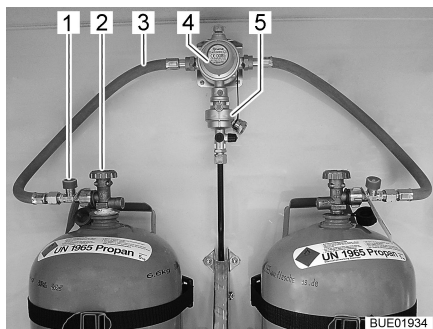
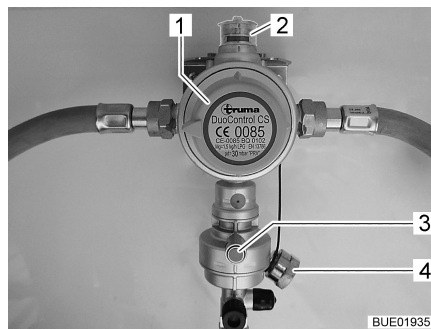
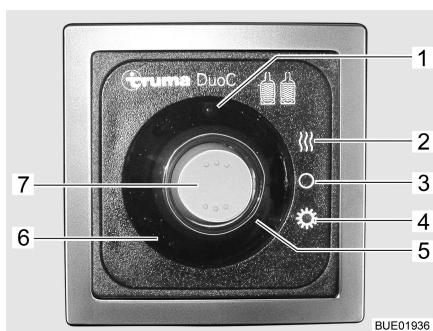

Bild 39 Gasflaskor med DuoControl
Bild 40 DuoControl-styrssystem
Bild 41 Kontrollenhet DuoControl
DuoControl-styrssystemet består av en omkopplingsventil (Bild 39,4) och en chrsashsensor (Bild 39,5). DuoControl-styrssystemet är monterat mellan gas-slangarna (Bild 39,3) med slangbrottssäkring (Bild 39,1). Med vredet (Bild 40,1) på omkopplingsventilen ställer du in vilken gasflaska som ska användas som driftflaska och vilken som ska användas som reservflaska.
I fönstret (Bild 40,2) visas gasförsörjningens status:
Drift med bara en gasflaska är tillåten. Den öppna anslutningen måste dock förslutas med ett blindlock (Bild 40,4) i detta fall.
Crashsensorn stänger av gastillförseln vid kraftig vibration (t. ex. vid en krock). Crashsensorn aktiveras genom att trycka på den gröna resetknappen (Bild 40,3).
Slangbrottssäkringen (Bild 39,1) stänger av gasflödet om den anslutna slangerna går sönder. Slangbrottssäkringen måste aktiveras genom att trycka på den gröna knappen.
Gastillförseln via DuoControl-styrssystemet slås på och av på kontrollenheten (Bild 41). Gasflaskornas huvudavstängningsventiler (Bild 39,2) och gasavstängningsventilerna på apparaterna måste öppnas för hand.
Sommar och vinterdrift ställs om med vippkontakten (Bild 41,7) på kontrollenheten.
De två kontrolllamporna på kontrollenheten visar nivån i driftflaskan. När den gröna kontrollampen (Bild 41,6) lyser är driftflaskan tillräckligt full. När den röda kontrollampen (Bild 41,5) lyser är driftflaskan tom. Gasförsörjningen sker då med reservflaskan.
- Med vredet (Bild 40,1) på omkopplingsventilen väljs gasflaskan, som ska prioriteras (driftflaska). Vrid alltid vredet till stoppläget.
- Öppna huvudavstängningsventilerna (Bild 39,2) på gasflaskorna.
- Tryck på den gröna knappen på slangbrottsäkringen (Bild 39,1). I fönstret (Bild 40,2) visas den gröna markeringen.
- Slå på DuoControl-styrsystemet på kontrollenheten (Bild 41). Ställ för detta vippkontakten (Bild 41,7) på vinterdrift (Bild 41,2) eller på sommar drift (Bild 41,4). Den gula kontrollampen avfrostning (Bild 41,1) lyser när vinterdrift väljs.
- Ställ vippkontakten (Bild 41,7) i läge AV (Bild 41,3). Kontrollampen släcks.
- Stäng huvudavstängningsventilerna (Bild 39,2) på gasflaskorna.
Om den gröna kontrollampen (Bild 41,6) slocknar under drift och den röda kontrollampen (Bild 41,5) tänds är driftflaskan tom och måste bytas ut. I fönstret (Bild 40,2) visas den röda markeringen. Gasförbrukarna försörjs med gas från reservflaskan.
- Vrid vredet (Bild 40,1) ett halvt varv i riktning mot den gasflaska som används för tillfället. Då blir denna gasflaska driftflaska och den tomma flaskan blir reservflaska. Markeringen i fönstret (Bild 40,2) växlar från rött till grönt.
- Stäng huvudavstängningsventilen (Bild 39,2) på den tomma gasflaskan. Beakta pilriktningen.
- Tryck på den gröna knappen på slangbrottsäkringen (Bild 39,1).